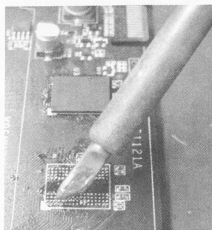

图 4-21 焊盘拖锡
- (3) 涂少量焊膏在焊盘上，用烙铁将锡稍微拖平整，如图 4-21 所示。